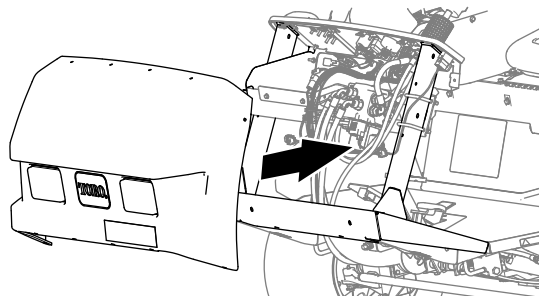

Figure 143
1. Alignez les trous du capot et les trous du châssis de la machine (Figure 143).